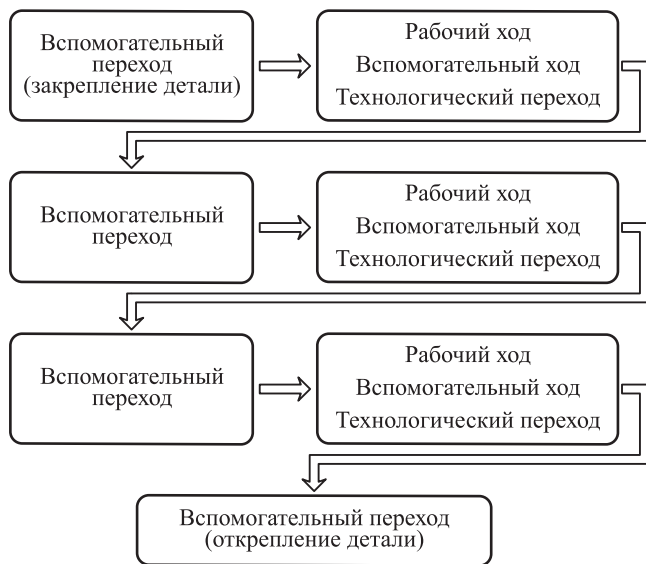

Рис. 1.2. Структура технологической операции
Отличительной чертой технологической операции является ее реализация на определенном виде технологического оборудования. Если предмет труда перемещается на другой вид оборудования, то это, как правило, свидетельствует о переходе на другую технологическую операцию. Необходимость деления технологического процесса на операции порождена двумя причинами: физическими (невозможно обработать деталь с шести сторон, необходимо различное оборудование для чистовой и черновой обработки); экономическими (целесообразность создания специального станка). Схематическая структура технологической операции с тремя технологическими переходами показана на рис. 1.2.
1. Изучите структуру технологической операции, взяв за основу рис. 1.2.
2. Согласно рис. 1.2 составьте структуру технологических операций токарной обработки втулки, используя дополнительно данные табл. 1.1. Предложите мероприятия по техническому совершенствованию рабочих и вспомогательных действий в структуре рассматриваемых операций.